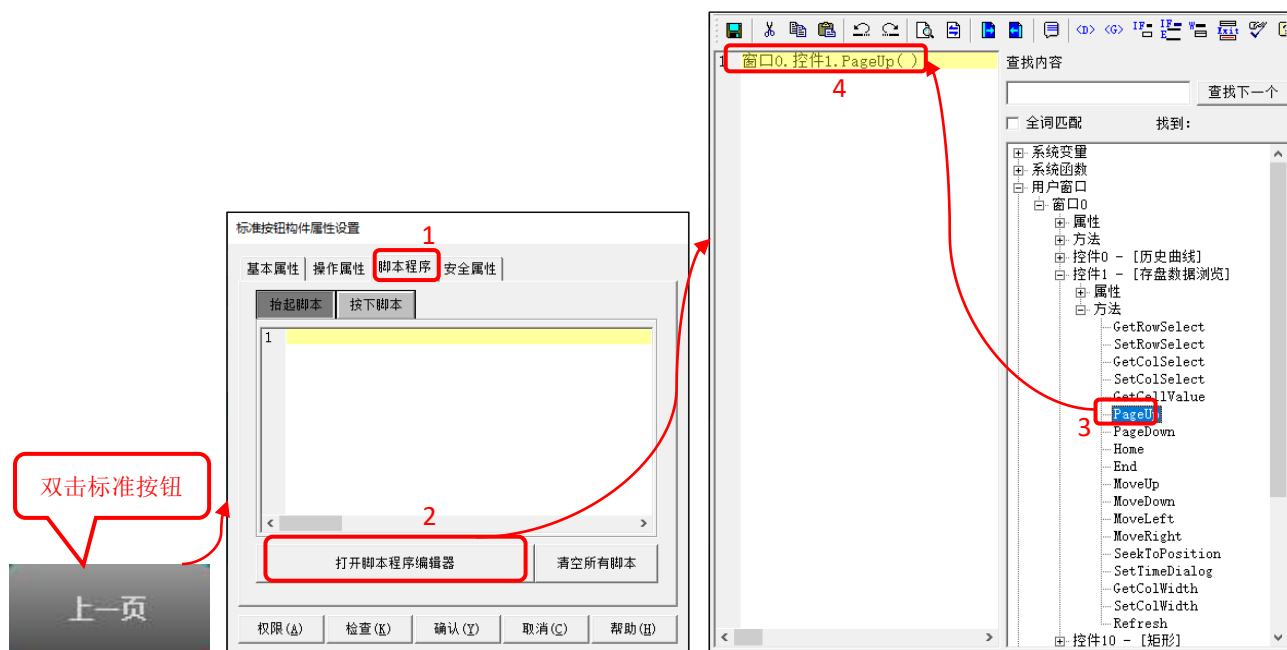

图 5.2-19 添加存盘浏览构件方法函数
- ⑦ 报警浏览构件历史数据显示功能组态完成，用户还可以选择使用报警浏览构件提供的方法函数，实现在工程运行时，执行“上一页”、“下一页”、“显示指定时间段数据”、“数据刷新”等功能。
- ⑧ 如图 5.2-19 所示，在“窗口 0”添加一个标准按钮构件，修改标准按钮构件的显示文本为“上一页”，再进入其“脚本程序”页，点击“打开脚本程序编辑器”，在右侧对象树依次展开“用户窗口”→